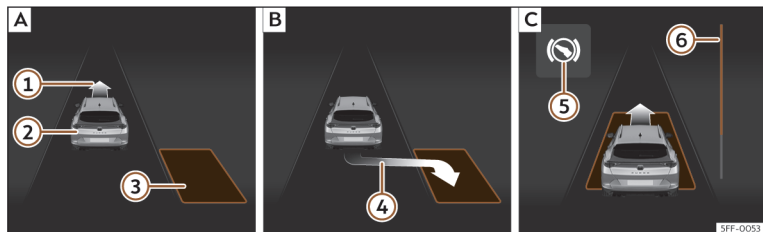
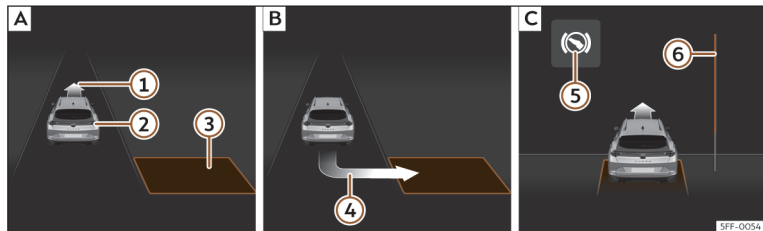

Fig. 159 No ecrã do painel de instrumentos: estacionar em paralelo. **[A]**: Procurar um lugar de estacionamento. **[B]**: Posição para estacionar. **[C]**: Manobrar.
Fig. 160 No ecrã do painel de instrumentos: estacionar em espinha. **[A]**: Procurar um lugar de estacionamento. **[B]**: Posição para estacionar. **[C]**: Manobrar.
para estacionar >>> **Fig. 159 [B]** ou >>> **Fig. 160 [B]**. O lugar foi considerado “apropriado” se no ecrã do painel de instrumentos aparecer a indicação de estacionar ④.
- Retroceda até o sinal contínuo do ParkPilot soar; **OU:** retroceda até aparecer a indicação de marcha à frente no ecrã do painel de instrumentos >>> **Fig. 159**  ou >>> **Fig. 160** ; **OU:** retroceda até aparecer a mensagem **Park Assist finalizado** no ecrã do painel de instrumentos. A barra de progresso  indica a distância a percorrer.
- Faça marcha à frente até soar o sinal contínuo do ParkPilot; **OU:** faça marcha à frente até aparecer a indicação de fazer marcha-atrás no ecrã do painel de instrumentos. O sistema de estacionamento assistido manobra o veículo em frente e em marcha-atrás até centrá-lo no lugar >>> **Fig. 159**  ou >>> **Fig. 160** .
A barra de progresso >>> **Fig. 159**  e
>>> **Fig. 160**  mostra simbolicamente no ecrã do painel de instrumentos a distância relativa que ainda falta percorrer. Quanto maior for a distância, mais cheia está a barra de progresso. Ao circular em marcha à frente, o conteúdo da barra de progresso diminui para cima, e ao circular marcha-atrás, diminui para baixo.